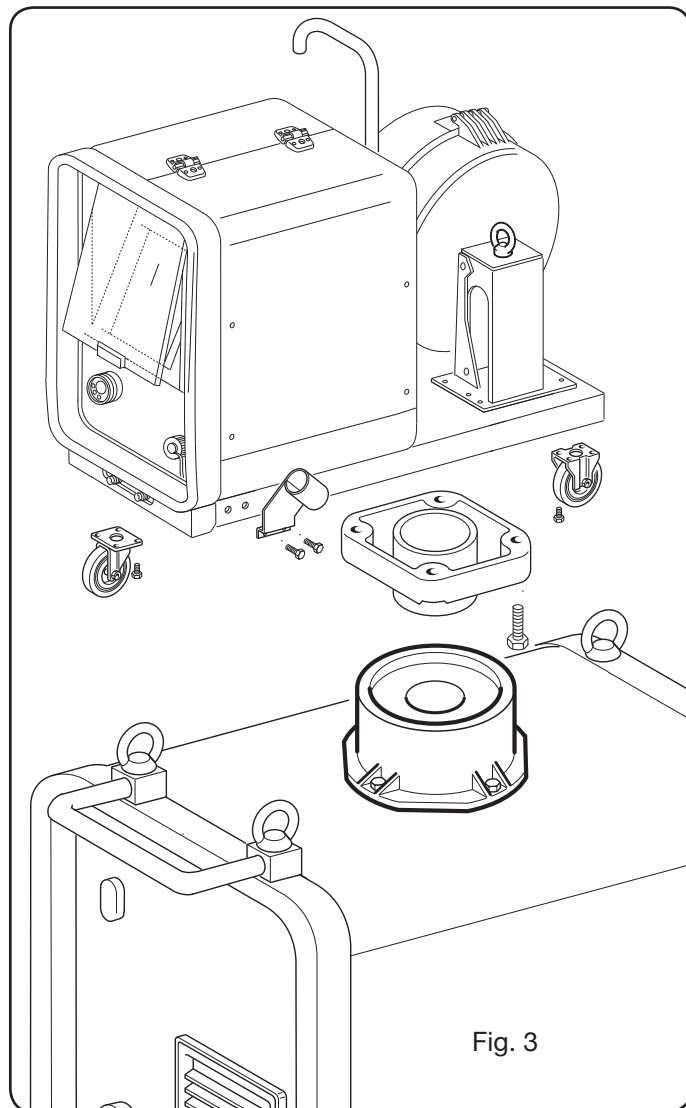

Fig. 3
- In het geval van rijdende machines moet u echter zowel op de draad sleepwagen als de generator de zwenkwieltjes monteren. De wieltjes worden samen met de schroeven geleverd en moeten aan de onderkant van de draad sleepwagen en de steun van de toorts worden gemonteerd. Plaats de wagen vervolgens zoals is afgebeeld. (zie afbeelding 3).